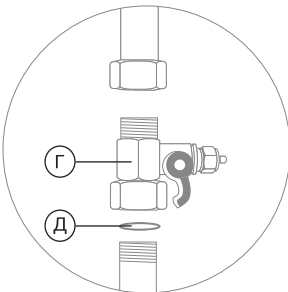

Рис. 6
1. Установите адаптер-вентиль (Г) между магистралью холодной воды и гибкой подводкой вашего смесителя. Уплотните соединение адаптера-вентили с магистралью при помощи поставляемого в комплекте уплотнительного кольца (Д) (рис. 6).